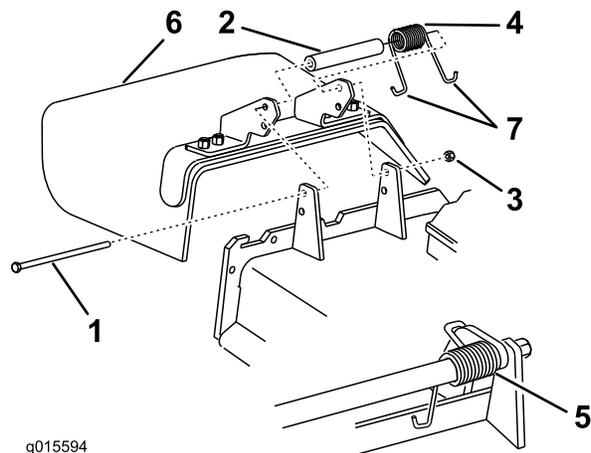

Figura 89
- Retire la contratuerca, el perno, el muelle y el espaciador que sujetan el deflector a los soportes de pivote (Figura 89).
- Retire el deflector de hierba dañado o desgastado (Figura 89).
**Nota:** Asegúrese de colocar un extremo en J del muelle detrás del reborde de la carcasa antes de instalar el perno, como se muestra en la Figura 89.
6. Coloque un extremo en J del muelle alrededor del deflector de hierba (Figura 89).